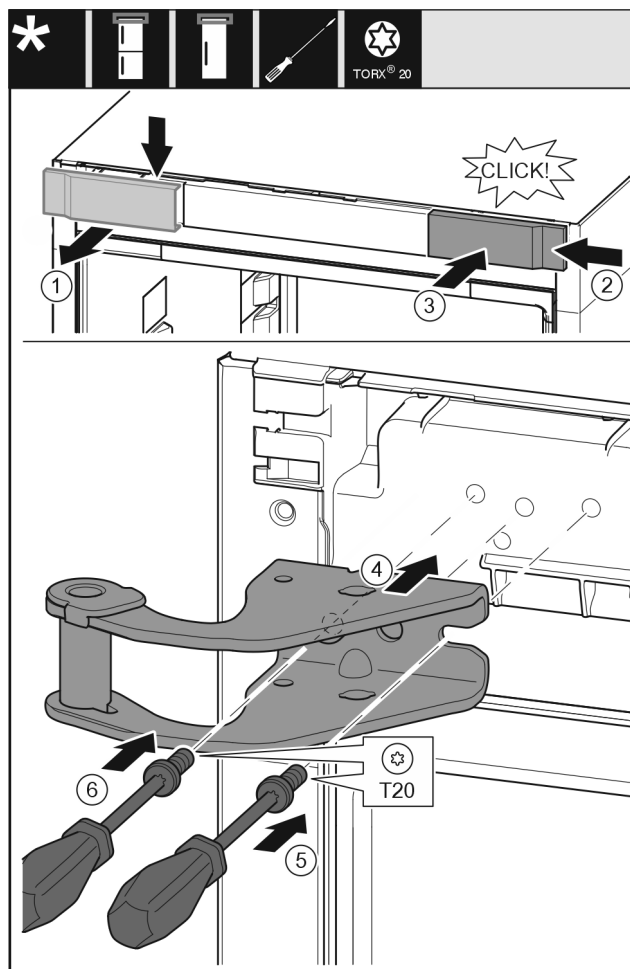

Fig. 14
- Odeberte kryt Fig. 14 (1) shora dopředu.
- Kryt Fig. 14 (2) otočený o 180° zavěste na druhé straně zprava.
- Zaklapněte kryt Fig. 14 (3).
- Nasadte horní stojan ložiska Fig. 14 (4).
- Šroubovákem nasadte šroub Fig. 14 (5) a utáhněte.
- Šroubovákem nasadte šroub Fig. 14 (6) a utáhněte.